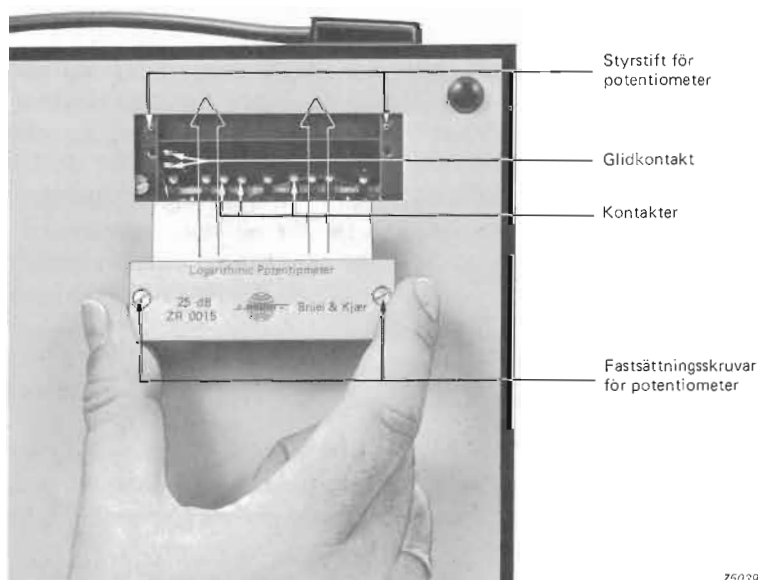

Fig.3.6. Montering av områdespotentiometer
4. Håll utbytespotentiometern i rätt läge och skjut den försiktigt med den vita delen uppåt/inåt in i instrumentet mellan den gröna yttre ramen och den svarta inre ramen tills den befinner sig i rätt läge i instrumentet (se Fig.3.6). Iakttag största försiktighet så att inte områdespotentiometern, nivåskrivarens kontakter eller glidkontakten för skrivsystemet skadas. När områdespotentiometern har sitt rätta inbyggnadsläge vilar den på sina styrestift (se Fig.3.6).